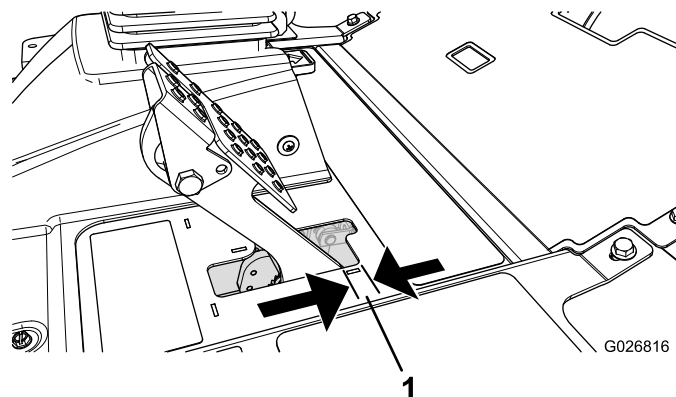

Figura 94
Ajuste os travões se o pedal do travão apresentar uma folga superior a 2,5 cm ou quando os travões não funcionarem de forma eficaz (Figura 94). Folga é a distância percorrida pelo pedal antes de se verificar qualquer resistência ao movimento.
2. Aperte a porca traseira para deslocar o cabo para trás até que os pedais dos travões apresentem uma folga de 0,63 a 1,27 cm antes de alcançar o bloqueio (Figura 94).